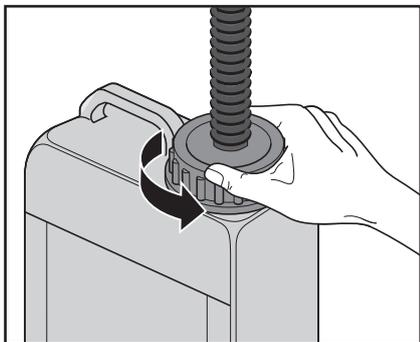

Fig. A1
- Svitare la chiusura del serbatoio (fig. A1).